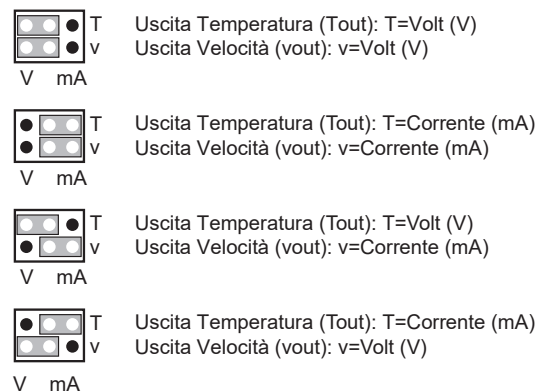

Figura 3b
1. Selezionare il tipo di uscita desiderata, in corrente (4...20 mA) o in tensione (0...10 V), installando i jumper come raffigurato in figura 3b. Le due uscite (temperatura e velocità) possono essere configurate separatamente.